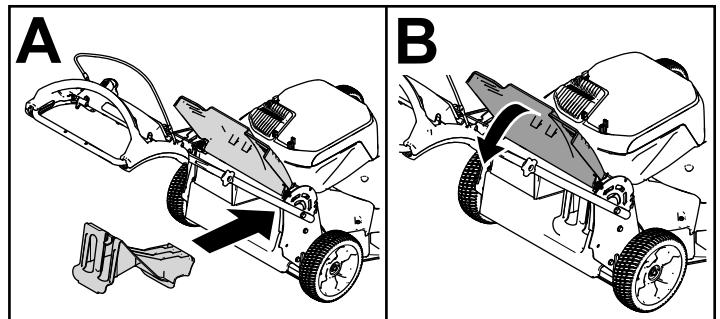

Bild 17
- Wenn die Heckauswurfklappe nicht eingesetzt ist, fassen Sie sie am Griff an, heben das Heckablenklech an und setzen den Heckauswurfkanal ein, bis der Riegel arretiert, siehe Bild 17.
Wichtig: Stellen Sie sicher, dass die Heckauswurfklappe eingesetzt ist, bevor Sie den Rasenmäher als Recycler einsetzen (Bild 17).